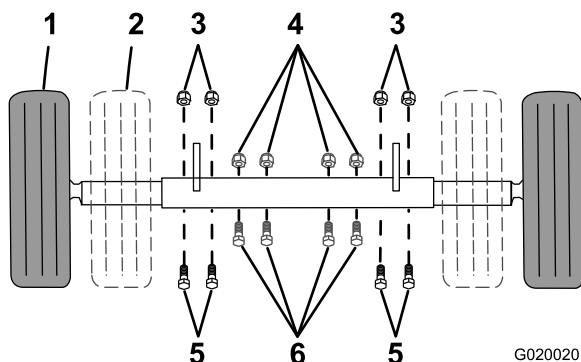

Figura 23
1. Punto de apoyo (2)
4. Retire los pernos y las tuercas que sujetan el eje interior al eje exterior (Figura 23).
- Deslice cada extremo del eje hacia dentro a la posición estrecha (Figura 23).
- Deslice cada extremo del eje hacia fuera a la posición extendida (remolcado) (Figura 23).
7. Introduzca los pernos a través de los taladros de los ejes (Figura 23).